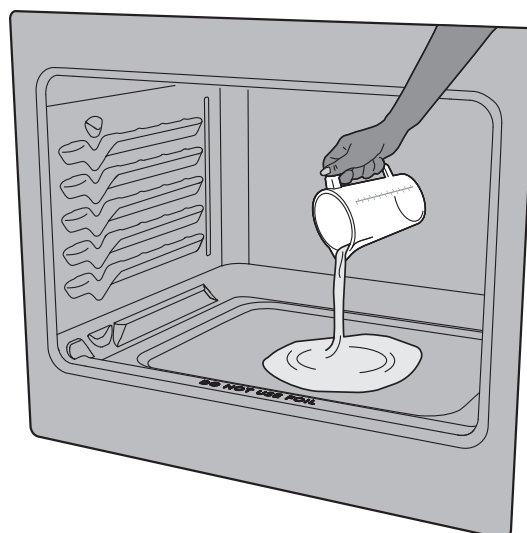

Figure 11: Ajouter 1 tasse d'eau du robinet
1. Retirer le capuchon et la tête de brûleur (voir Figure 11). Nettoyer à l'eau chaude savonneuse et sécher soigneusement.